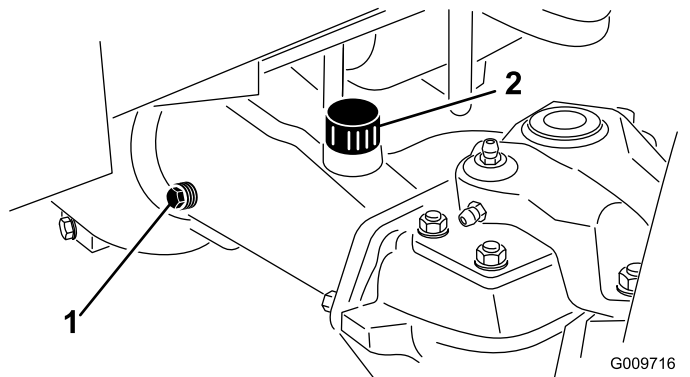

图 50
- 从轴的一端取出检查塞 (图 50) 确保润滑剂向上直至孔的底部。
注意 如果润滑剂过少请取出加注塞 (图 50) 添加足够的润滑剂直至液位达到检查塞孔的底部。